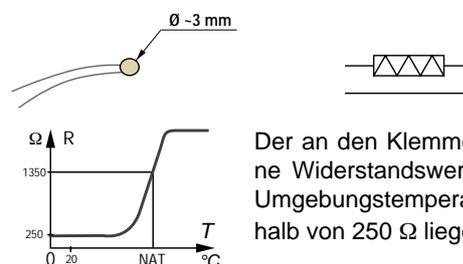

Abb. 6
- Thermistoren (PTC-Sonden: Abb. 6)